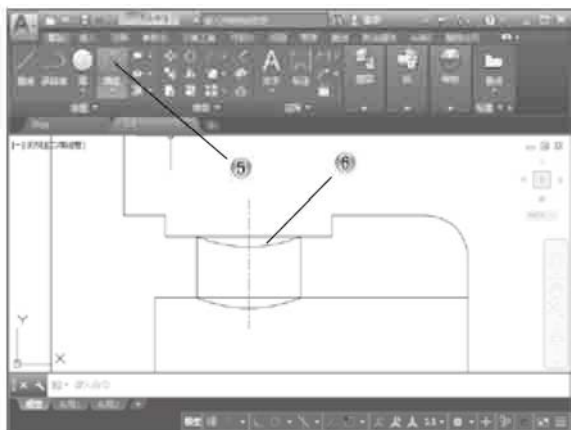

图 5-81
- ⑤ 单击【绘图】面板中的【圆弧】按钮，如图 5-81 所示。
- ⑥ 在绘图区绘制两条圆弧。